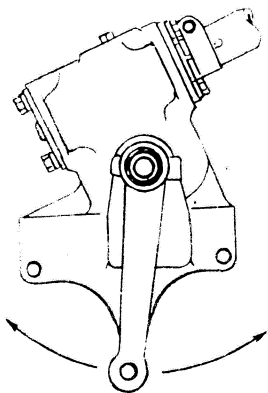

Рис. 34. Покачивание сошки для определения величины люфта.
- 3) покачивая сошку рукой (рис. 34), определите люфт на ее конце (желательно пользоваться индикатором). Далее, если люфт более 0,3 мм, произведите регулировку его в следующем порядке;
Отверните слегка гайки опорных пальцев и установите опорные пальцы в начальное положение (метками внутрь). Нажимая на педаль тормозов с постоянной силой 12—16 кг, поверните опорные пальцы в направлении, указанном стрелками «б» (рис. 34), так, чтобы нижняя часть накладки упиралась в тормозной барабан. Момент, когда это происходит, определяется по увеличению сопротивления при вращении опорного пальца. Затем затяните в этом положении гайки опорных пальцев и подвигните регулировочные эксцентрики так, чтобы колодки уперлись в барабан.